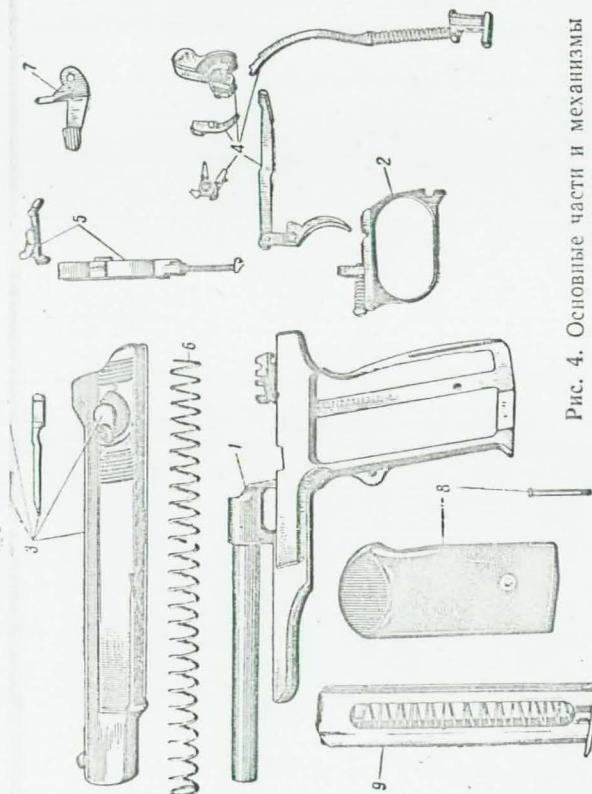

Рис. 4. Основные части и механизмы пистолета:
5. Пистолет состоит из следующих основных частей и механизмов (рис. 4): рамки со стволов и основанием рукоятки, спусковой скобы, затвора с ударником, выбрасывателем и переводчиком-предохранителем, ударно-спускового механизма, механизма замедления темпа стрельбы, возвратной пружины, затворной задержки, щечек рукоятки с винтом и магазина.